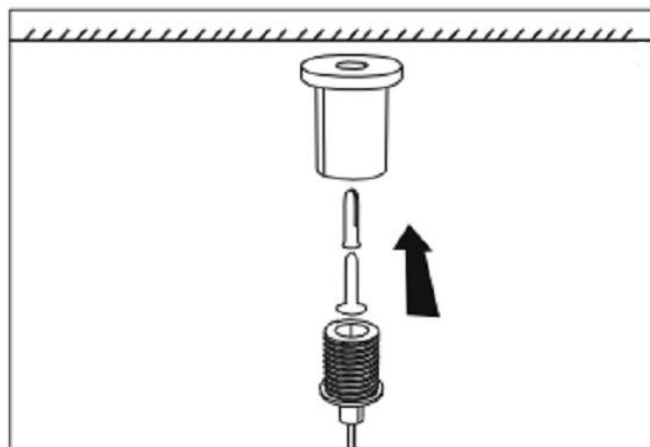

Рисунок 3 - Схема подвешного монтажа светильника
5.5.2 Открутите крепежную часть троса и с помощью самореза прикрутите крепежную часть к потолку, аналогично прикрутите крепежную часть другого троса. Закрепите тросы на потолке (см. рис. 3).
5.6.4 Прикрутите тросы к крепежным частям троса на потолке (см. рис. 3).